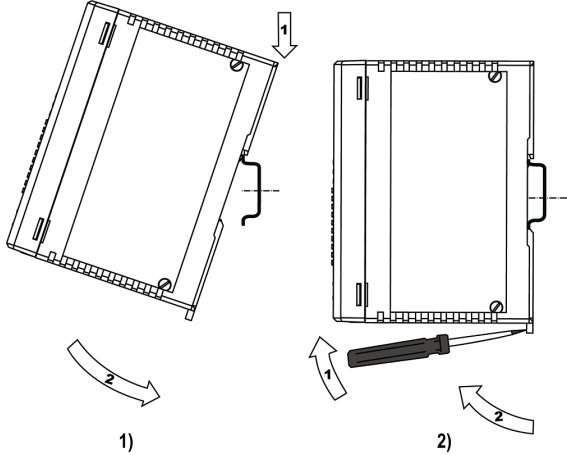

Рисунок 4 – Монтаж (1) и демонтаж (2) прибора
3. С усилием придавить прибор к DIN-рейке в направлении, показанном стрелкой, до фиксации защелки (см. *рисунок 4*).
Для демонтажа прибора следует (см. рисунок 4):